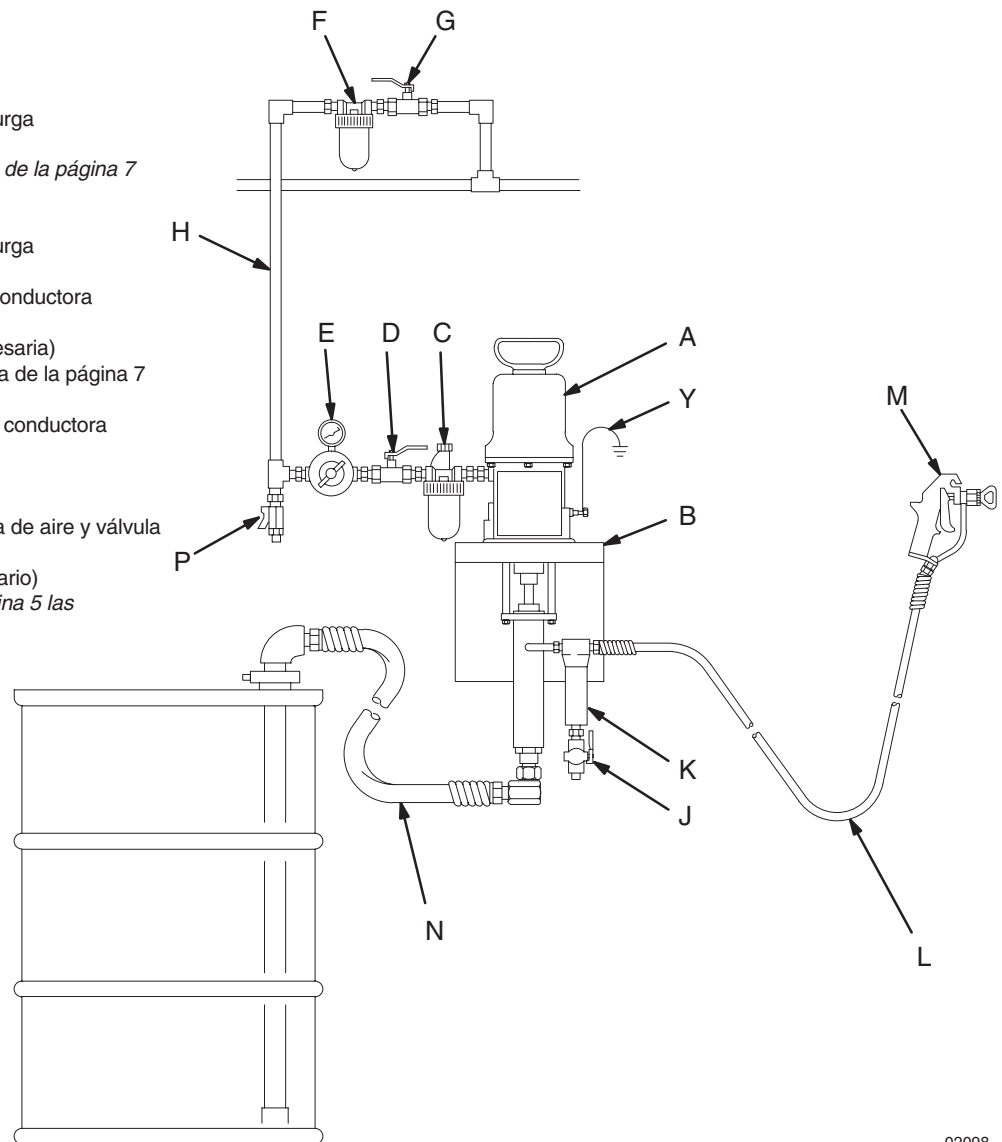

Fig. 2
- La Fig. 2 se ofrece sólo como guía para la selección y la instalación de los componentes y accesorios del sistema. Contacte con su distribuidor Graco para obtener información sobre la planificación del sistema de acuerdo con sus necesidades específicas.
Instale los siguientes accesorios en el orden indicado por la Fig. 2, utilizando adaptadores donde sea necesario:
Instale los siguientes accesorios en los lugares indicados por la Fig. 2, utilizando adaptadores donde sea necesario:
Dispensa el fluido. La pistola representada en la Fig. 2 es una pistola de pulverización sin aire.
1. Compruebe que el regulador de aire (E) y la válvula neumática principal de purga (D) están cerradas. Vea la Fig. 2, en la página 6.
2. Conecte una manguera de aspiración (N) a la entrada de fluido de la bomba, o sumerja ésta en un recipiente de abastecimiento de fluido.
3. Sujete firmemente una pieza metálica de la pistola de pulverización (M) contra el borde de una copela metálica con conexión a tierra y dispare la pistola.
4. Abra la válvula neumática principal de purga de la bomba (D).
5. Abra lentamente el regulador de aire (E) hasta que la bomba se ponga en marcha (aprox. 0,28 MPa [2,8 bar]).